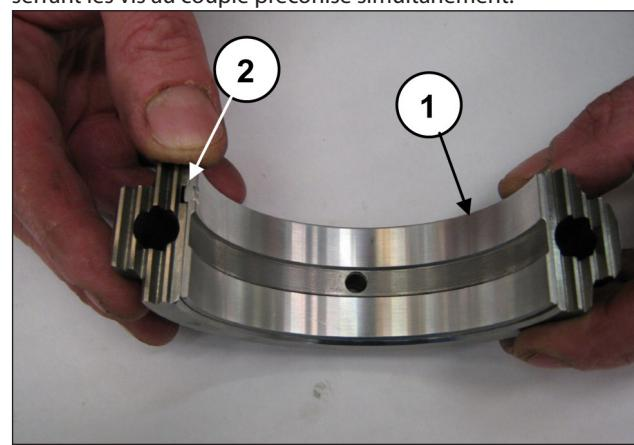
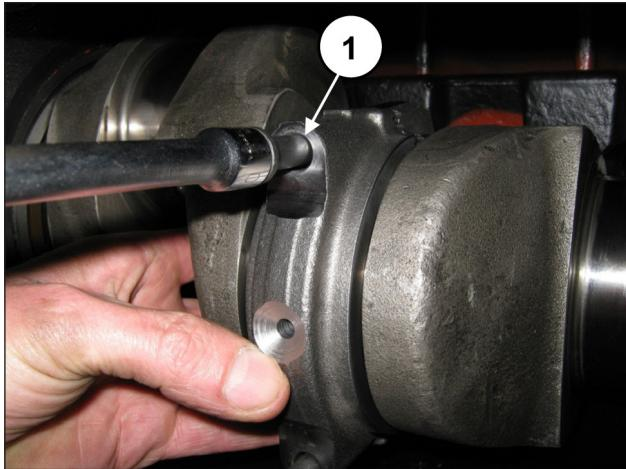

Fig. 67
Fig. 68
Assembler les demi-coussinets inférieurs aux chapeaux (rep. ①, Fig. 67) en s'assurant que la languette de repère des demi-coussinets se trouve dans son logement sur le chapeau (rep. ②, Fig. 67). Fixer les chapeaux sur les demi-bielles à l'aide des vis M10x1,5x80 (rep. ①, Fig. 68).